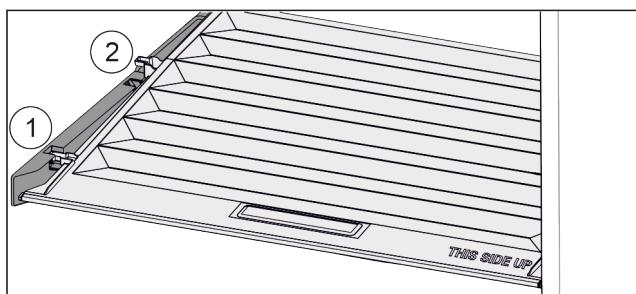

Fig. 85
- ▶ Vytáhněte víko dopředu až k otvoru v přídržných dílech Fig. 85 (1).
- ▶ Vzadu zespolu nadzvedněte a vyjměte směrem nahoru Fig. 85 (2).